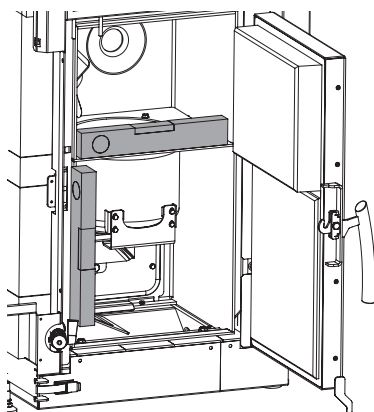

Fig. 87 Allineare la caldaia con una livella a bolla
- Spingere la caldaia nel luogo e punto di installazione e con le 4 viti di regolazione allinearla in orizzontale o leggermente in salita verso il retro. Per allinearla, appoggiare una livella a bolla nella parte anteriore del telaio della porta o sulla lamiera di tenuta – Fig. 87.